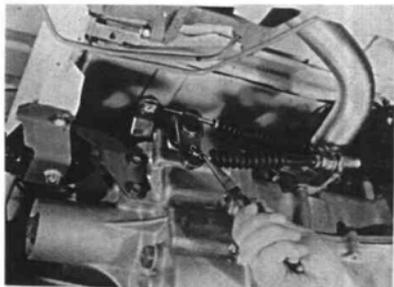

图 10-5
- (8) 从离合器分离臂上拆下离合器钢索。
- (9) 从变速器摇臂和钢索支架上拆下换挡钢索和选档钢索（图 10-5）。